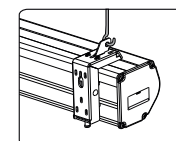

Rys. 16
3. Zamocuj uchwyty do kasety jak pokazano poniżej (Rys. 16 i 17)